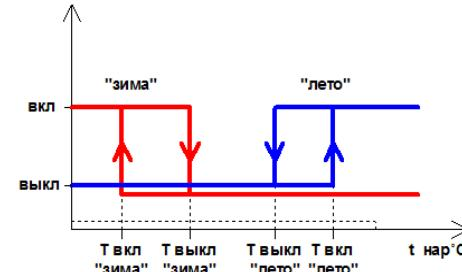

Рис. 6 График переключения климатата в автоматическом режиме.
- одно из следующих условий температурного баланса (см. рис. 6):
При температуре наружного воздуха «t нар» < «t нар. выключения» (см. рис. 6а) рекуператор останавливается в целях защиты от обледенения. Это состояние доступно для наблюдения в меню и из сети диспетчеризации.
Основной рекомендуемый режим работы рекуператора (установлен по умолчанию) - «прямой» режим выбирается в меню Н31 «Режим уставки рекуператора» = Прямая. В этом режиме (см. рис. 6б) скорость рекуператора напрямую зависит от аналогового выхода 1 нагрева/охлаждения. Зона нагрева/охлаждения делится на 2 части уставкой «Ручная уставка рекуператора нагрев» Н32 и Н33 «Ручная уставка рекуператора охлаждение». При нагреве/охлаждении от 0 до значения этой уставки скорость рекуператора изменяется от 0 до 100. При превышении значением этой уставки
Рис. 6а Температурный график работы роторного рекуператора.
Рис. 6б. Работа роторного рекуператора в прямом режиме